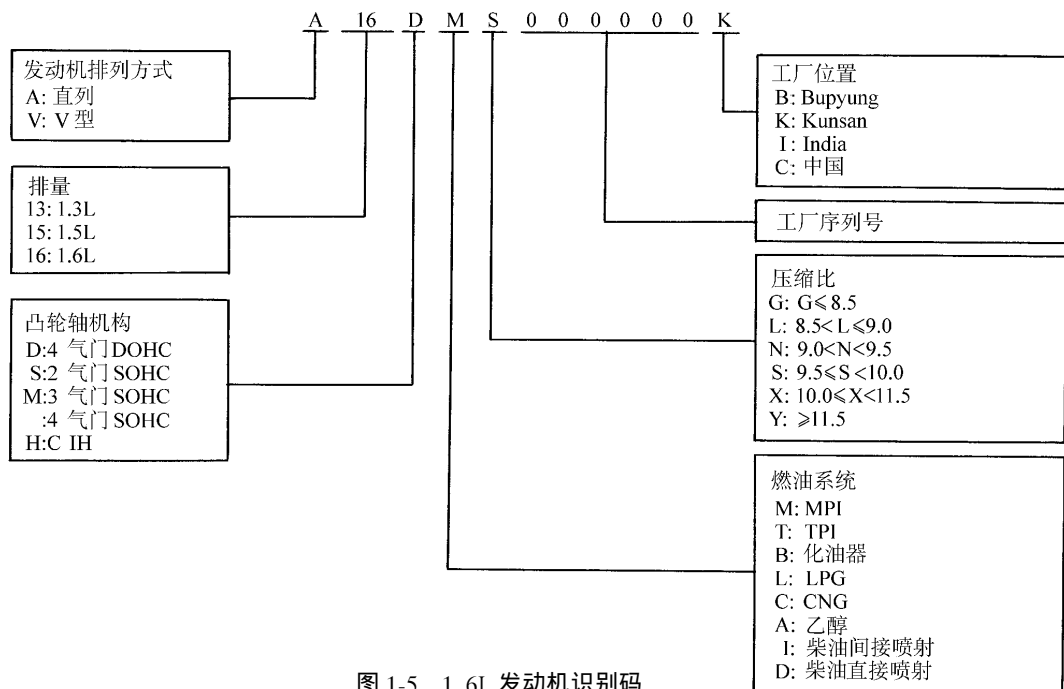

图 1-5 1.6L 发动机识别码
1.6L 发动机识别码如图 1-5 所示, 说明如表 1-2 所示。